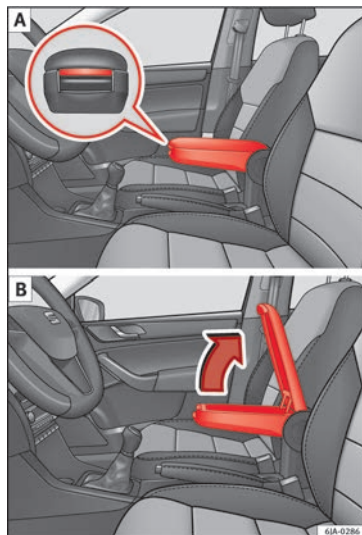

Bild 144 Armstöd/öppna och stänga luckan till förvaringsutrymmet
- Tryck på knappen på framsidan av armstödet » bild 144 - [A].
- Lyft på locket till förvaringsutrymmet » bild 144 - [B].